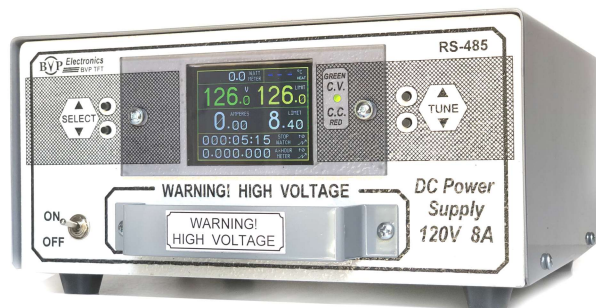

Рис. 1. Импульсный источник питания постоянного тока BVP TFT 120V 8A
- 1.1 Источник питания BVP TFT 120V 8A (рис. 1) - это импульсный преобразователь сетевого напряжения 220 В 50 Гц в постоянное выходное регулируемое напряжение высокого уровня до 120 В, с максимальным регулируемым током до 8 А.